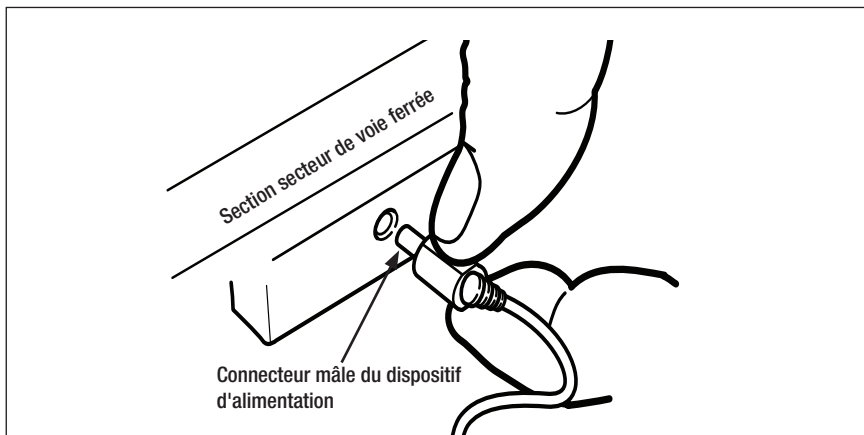

Figure 4. Connexion du dispositif d'alimentation
**V**os trains sont alimentés par un dispositif d'alimentation CC. Pour alimenter la voie ferrée, il suffit de brancher le dispositif d'alimentation dans une prise électrique et branchez le connecteur mâle dans la section secteur comme illustré à la figure 4.